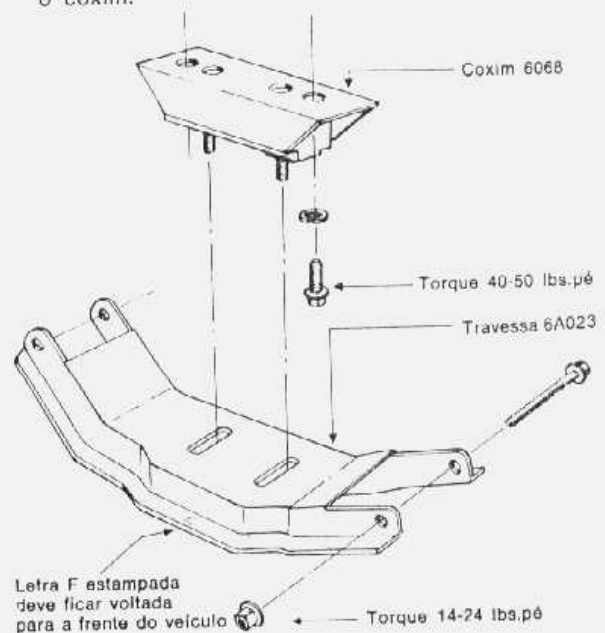

fig. 11 — suporte traseiro do motor
O suporte traseiro localiza-se na extensão da carcaça da caixa de mudanças (fig. 11).
- 2 Instalar os parafusos e arruelas de fixação do coxim à extensão da caixa de mudanças. Apertar os parafusos ao torque especificado (fig. 11).